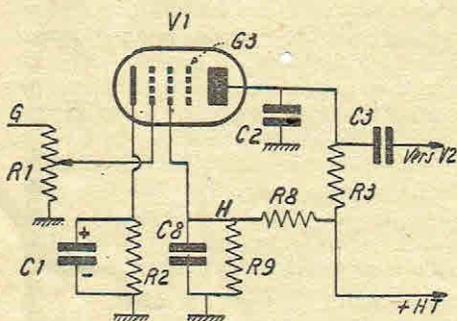

Fig. 7. — Schéma de l'étage préamplificateur B.F. lorsqu'on utilise une tétrode ou une pentode.
Le schéma général d'un tel étage nous est donné dans la figure 7,
a) L'audition est très faible. Nous mesurons la tension entre le point H et la masse (fig. 7).